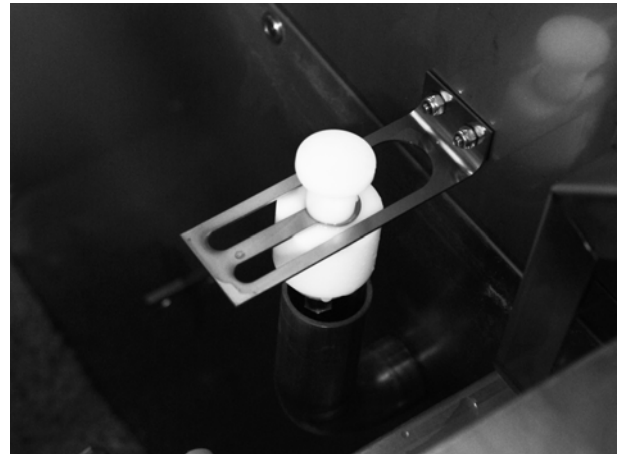

Abbildung 31: Überlaufarmatur
13. Überprüfen Sie den Funktionszustand der Armatur und des Überlaufsiebs. Bei Bedarf reinigen. Abbildung 31 Überlaufarmatur.